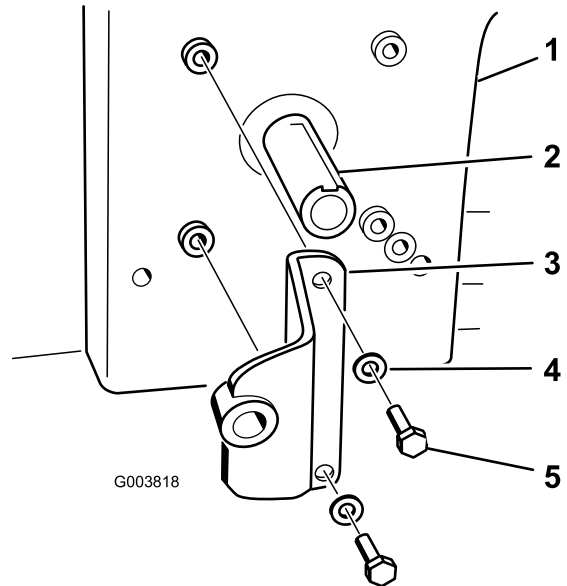

Figure 19
4. Fixez le support de la pompe au moteur au moyen de 2 boulons (5/16" x 3/4") et 2 rondelles (3/8"). Reportez-vous à la Figure 19 pour savoir comment installer correctement le support de pompe.